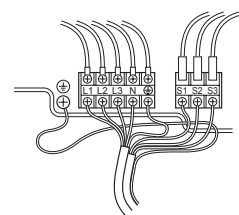

Fig. 6-2
### 6.1. Außenanlage (Fig. 6-1, Fig. 6-2)
- Die Kabel gemäß der Fig. 6-1 und der Fig. 6-2 verdrahten.